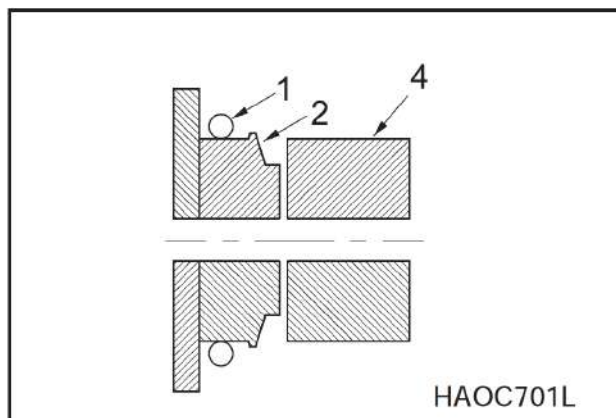

Рис. 9
5. Установите новое уплотнительное кольцо 1 (1, рис. 9) на уплотнение.